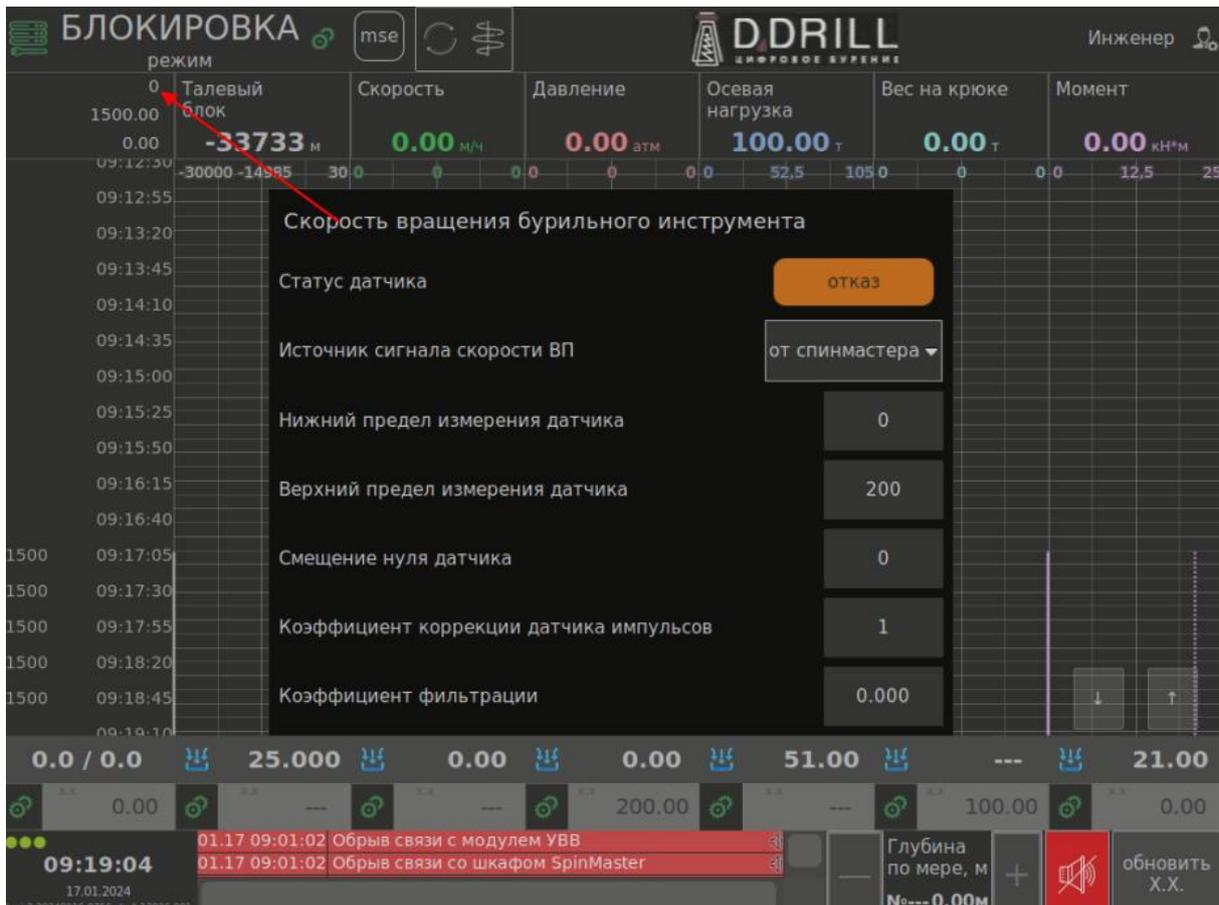

Рис.7
1. При нажатии в области экрана со значением оборотов ротора Рис.7, откроется экран настройки скорости вращения бурильного инструмента.